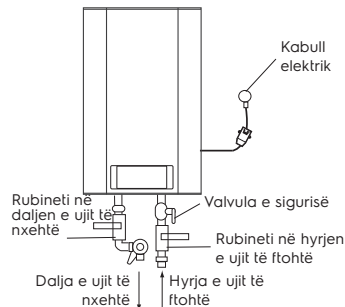

Fig. 9
- Valvula e sigurisë duhet të instalohet në portin e hyrjes së ujit (shih fig. 9).